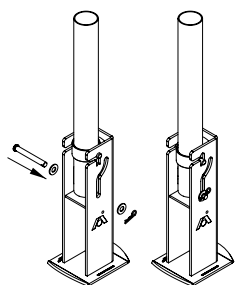

Fig. 3
3. Insérer l'axe à épaulement à travers les trous du pied, dans la partie inférieure du vérin et à travers les fentes latérales du pied Robofoot™. Une rondelle doit être installée sur chaque côté de l'axe à épaulement. Insérer une goupille fendue dans le trou à l'extrémité de l'axe à épaulement. (Figure 3)